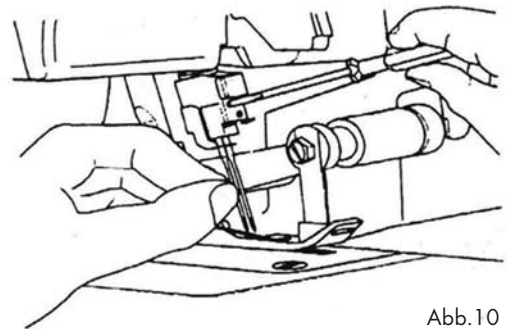

Abb. 10
2. Lösen Sie die Nadelschrauben mit dem kleinen Schraubendreher so weit, dass sich die Nadel löst (Abb. 10).
3. Ziehen Sie die Nadelschrauben mit dem kleinen Schraubendreher fest (Abb. 10).